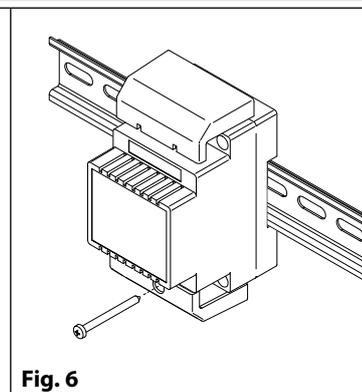

Fig. 6
5. Enclencher les couvercles de couverture des bornes et les fixer à l'aide des vis correspondantes (Fig. 6) ;